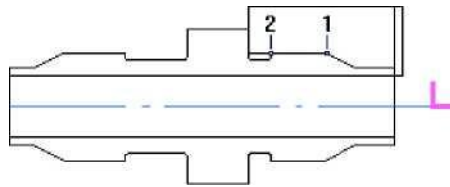

Рисунок 32
5. Нажмите кнопку «Добавить», X **торца** и укажите точку 1 (см. Рисунок 32).
6. Нажмите кнопку «Добавить», D **нач.** и укажите точку 2 (см. Рисунок 32).